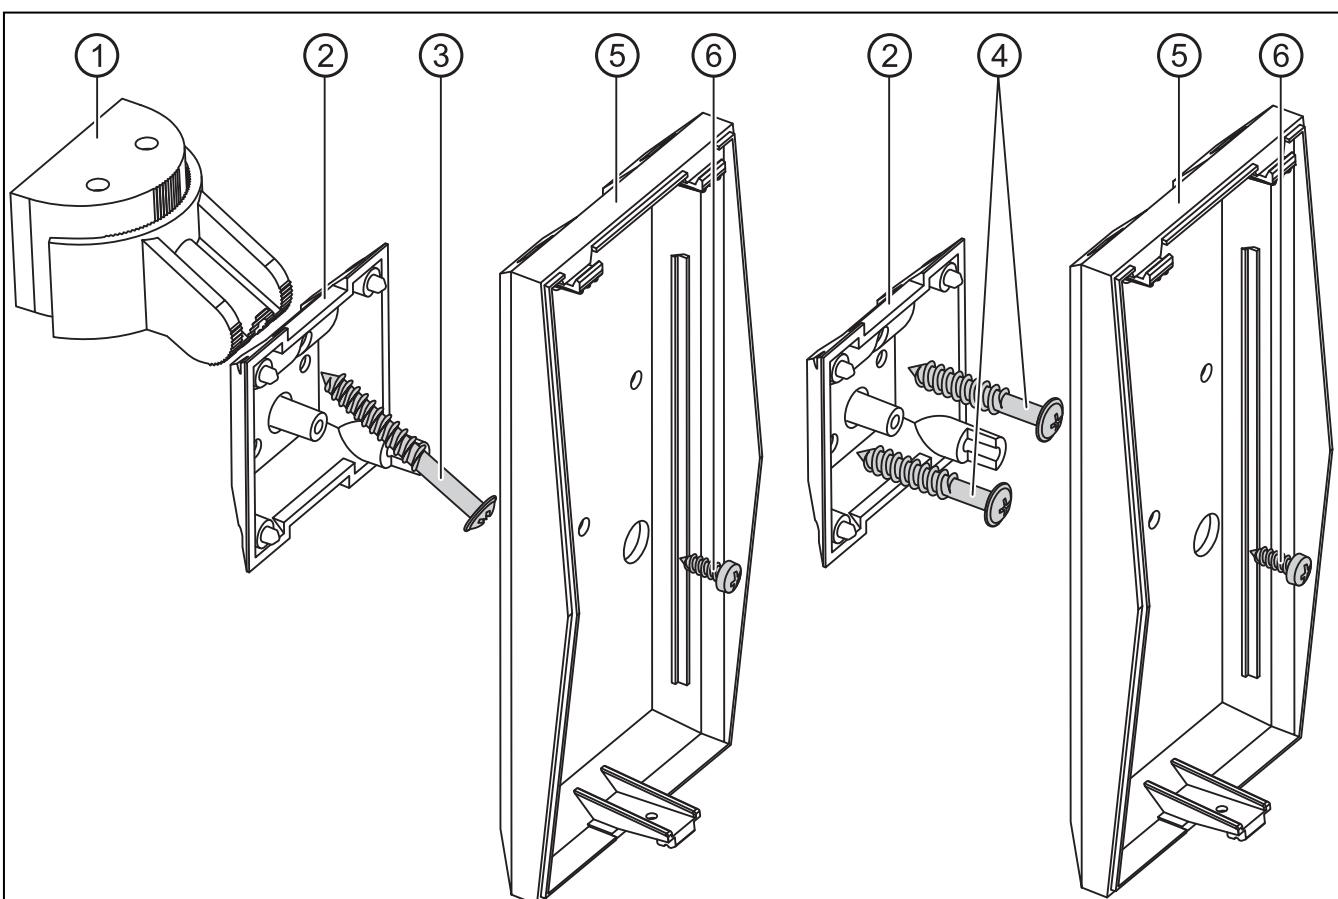

Рис. 2. Способ монтажа извещателя на кронштейне и прямо на стене. 1 – кронштейн.
6. Закрепите антисаботажный элемент к кронштейну, установленному на стене или прямо к стене (см. рис. 2).
7. Привинтите заднюю стенку корпуса к антисаботажному элементу (см. рис. 2).